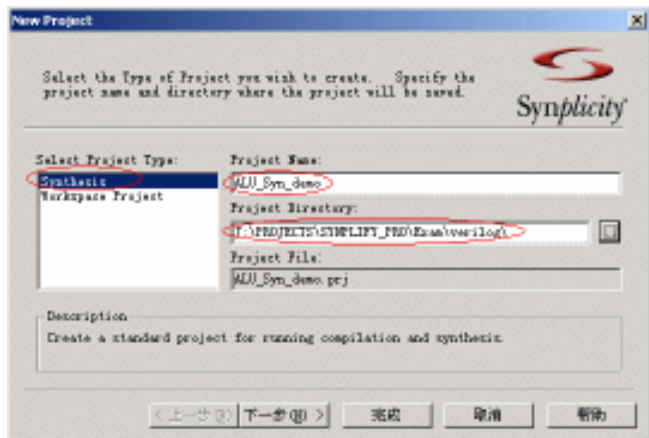

图4-5 新建工程
2. 单击 **P** 按钮启动工程向导，进入新建工程对话框，如图 4-5 所示。在对话框中指定新建内容，以及工程名称、路径等基本信息。